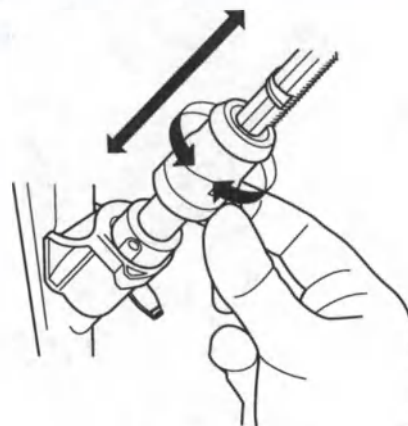

Рисунок 10
- 7 Ослабьте ручку регулировки оболочки и медленно выдвиньте оболочку. Установите такое положение оболочки, при котором небольшая часть дистального конца оболочки выступает из дистального конца эндоскопа, и убедитесь в этом на эндоскопическом изображении. (См. рис. 10)